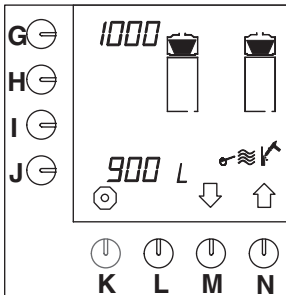

Fig. 39 Ontkalkingssignalering koffiezetstelsysteem
- Druk op selectietoets (M.)↓ tot fig. 39 in het display verschijnt.